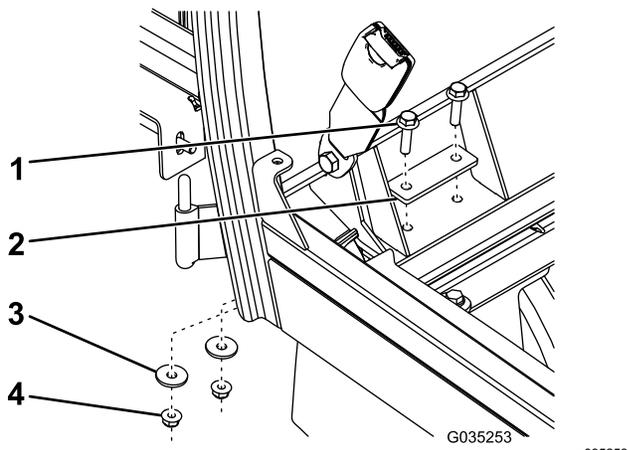

Рисунок 13
6. Закрепите заднюю часть рамы кабины на левой и правой опорах при помощи 4 болтов с фланцевыми головками ($\frac{5}{16}$ x $1\frac{1}{4}$ дюйма), двух опорных пластин, 4 плоских шайб и 4 фланцевых гаек ($\frac{5}{16}$ дюйма), как показано на Рисунок 13.